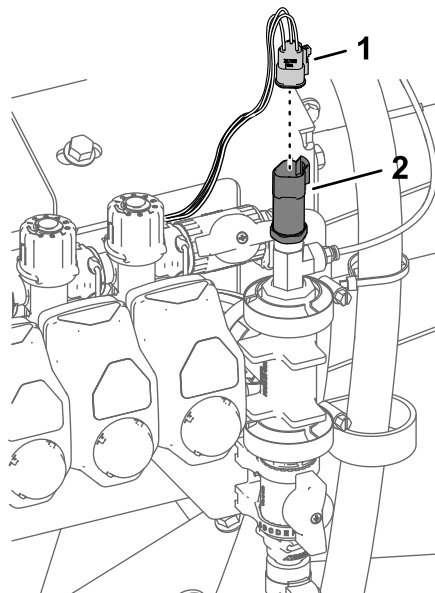

Figura 46
- Conectai conectorul cu 3 mufe pentru traductorul de presiune (Figura 46).